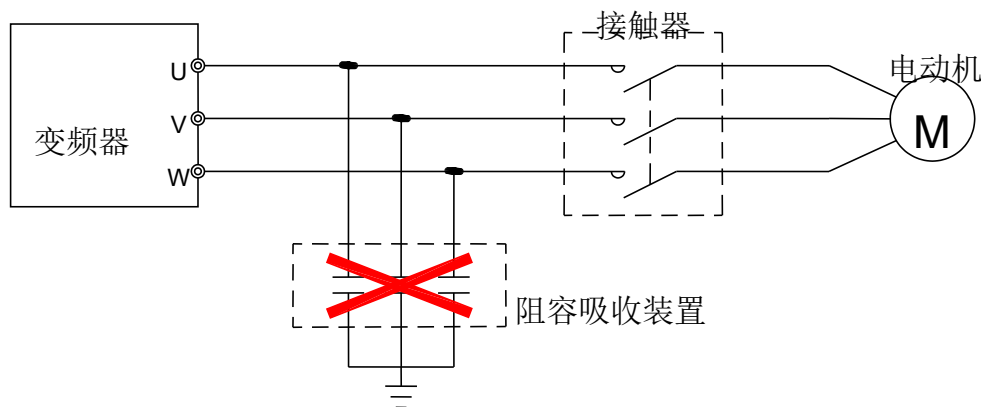

图 4-1 输出端禁止连接阻容吸收装置
- (1) 必须由合格的专业技术人员进行配线操作。
- (2) 接线前，确保已完全切断电源 10 分钟以上，否则有触电危险。
- (3) 绝对禁止将电源线接到变频器的输出端子 U、V、W 上。
- (4) 变频器和电动机必须安全接地。
- (5) 确保变频器与供电电源之间连接有中间断路器，以免变频器故障时事故扩大。
- (6) 变频器与电机之间加装电磁接触器时，一定要确保接触器的动作时机，只有保证在变频器无输出时，接触器才能动作。
- (7) 变频器 U、V、W 输出端不可以加装吸收电容或其它阻容吸收装置，如图 4-1 所示。